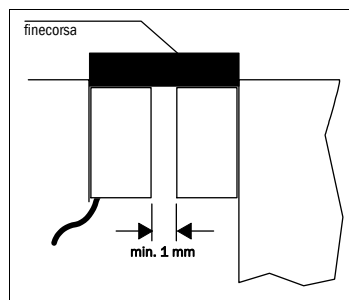

Fig. 5: esempio di montaggio per un interruttore di sicurezza e un attuatore
- Montare gli interruttori di sicurezza e gli attuatori in modo che non vengano a contatto tra di loro: distanza minima delle superfici frontali con dispositivo di protezione chiuso 1 mm (Fig. 5).
- Applicare una battuta supplementare e una guida per la parte mobile del dispositivo di protezione (Fig. 5).